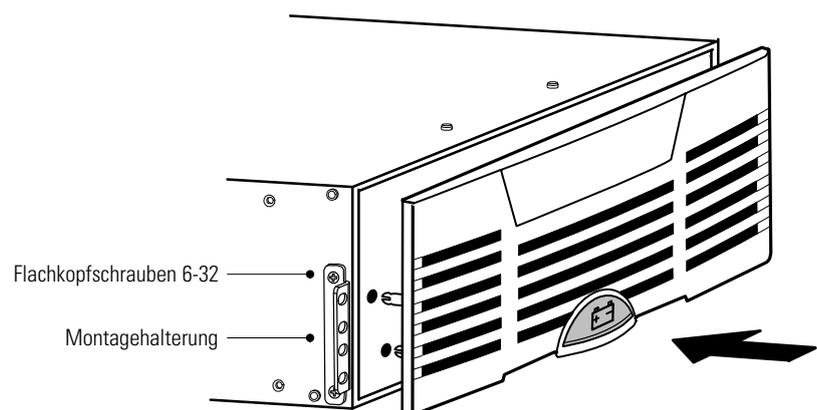

Abbildung 14. Montage der EBM-Montagehalterungen
8. Sind die Anbauhalterungen noch nicht montiert, beide Montagehalterungen mit den Schraubenöffnungen seitlich vom EBM ausrichten und sie mit den im Lieferumfang enthaltenen Flachkopfschrauben 6-32 befestigen (siehe Abbildung 14).
Die Stifte auf der Rückseite der vorderen Abdeckung auf die Öffnungen am EBM ausrichten. Die Abdeckung fest gegen das Gerät drücken. Siehe Abbildung 14.